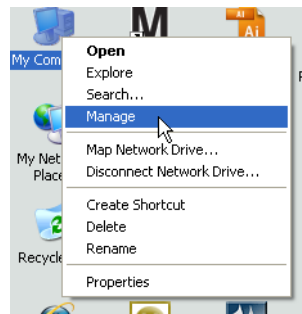

图 53
- a. 右击桌面上我的电脑图标；然后单击管理（图 53）。